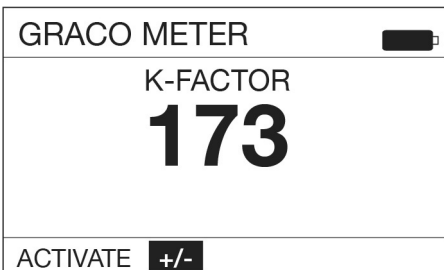

FIG. 27
7. Use el botón de flecha ARRIBA o ABAJO del teclado para resaltar la opción +/- y pulse el botón INTRO central en el teclado para seleccionar dicha opción (FIG. 27).